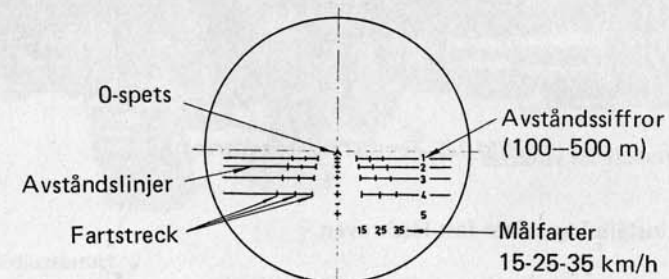

Bild 11. Streckplatta
Streckplattan (bild 11) är försedd med avståndskors från 100 till 500 m samt hjälplinjer för 150, 250, 350 och 450 m.
5. Kontrollera hur streckplattans nollspets är belägen i förhållande till riktpunkten (bild 11).